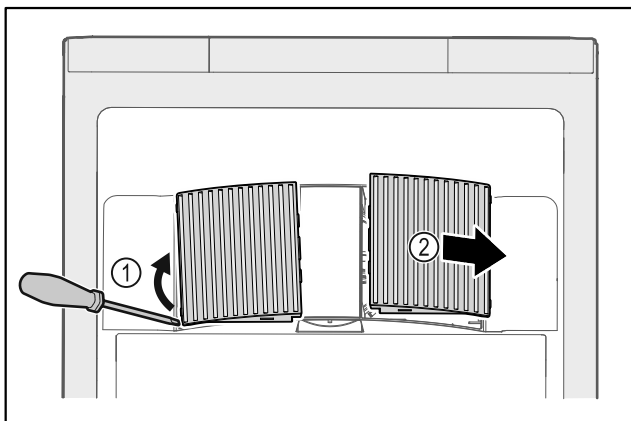

Fig. 201
► Αναμοχλεύστε προσεκτικά από το πλάι τα καλύμματα του ανεμιστήρα Fig. 201 (1) και αφαιρέστε τα προς τα εμπρός Fig. 201 (2).